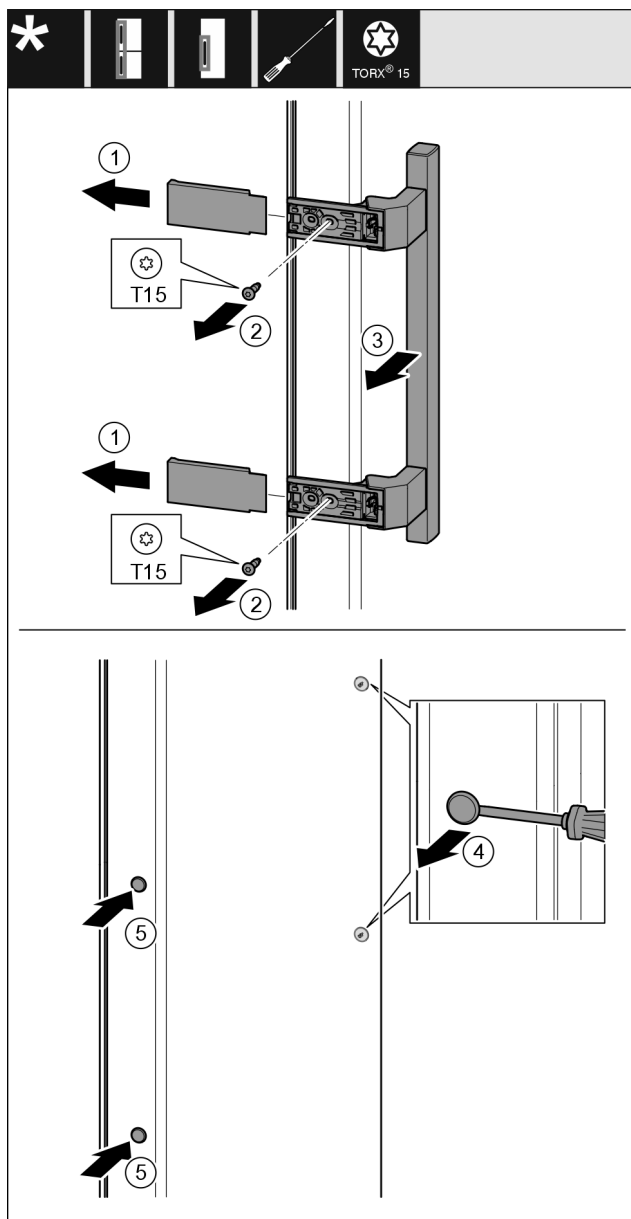

Fig. 21
- Hiqni kapakun mbulues Fig. 21 (1).
- Lironi vidat Fig. 21 (2) me një kaçavidë.
- Hiqni dorezën Fig. 21 (3).
- Ngrini lart me kujdes tapën anësore Fig. 21 (4) me një kaçavidë me kokë petë dhe nxirreni jashtë.
- Vendosni sërish tapën Fig. 21 (5) në anën tjetër.